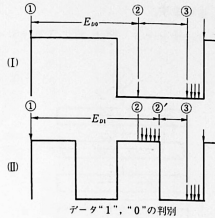

図10.26
図10.26においてスタートビット判別方法と同様に①の変化点においてカウンタEはクリアされます。その後、②の時点まではカウンタEのカウントアップだけを行い変化点検出は行いません。②の時点まできて始めて、変化点検出を始めます。データが“0”の場合はこの時点でデータが変化しているわけですから、この値がそのままカウンタの値 E_{d0} となります。ところがデータが“1”の場合はその後もカウントアップを続け、②にきて始めてカウントアップを終了します。したがってカウンタの値をみれば②の時点でカウントを終了したものか、あるいはその後もカウントアップを続けたものであるかは一目瞭然です。